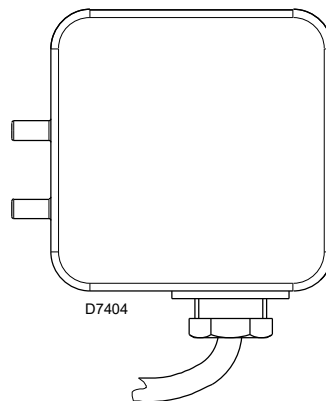

Fig. 25
- Regolare il pressostato aria (Fig. 25) ad inizio scala.
Eseguire la regolazione del pressostato aria (Fig. 25) dopo aver effettuato tutte le altre regolazioni del bruciatore con il pressostato aria regolato a inizio scala.